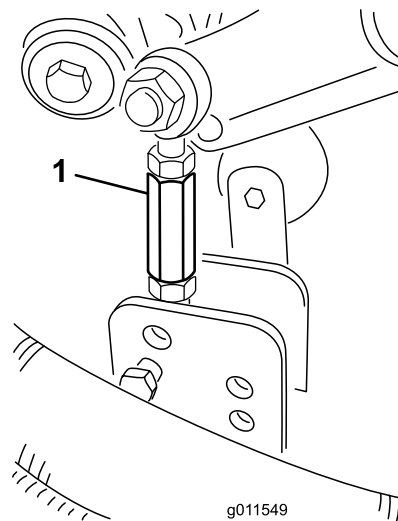
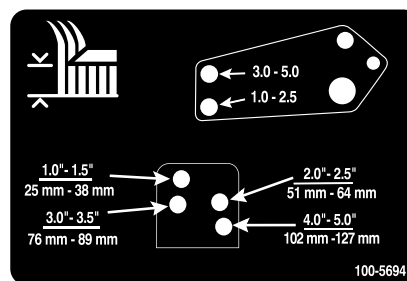

Figura 26
Figura 27
- Togliete le coppiglie ed i perni con testa che fissano le connessioni dell'ammortizzatore alle staffe dell'apparato di taglio (Figura 26). Allineate i fori dei tiranti di smorzamento con i fori della staffa per l'altezza di taglio desiderata sul telaio dell'apparato di taglio (Figura 27), inserite i perni con testa e montate le coppiglie.